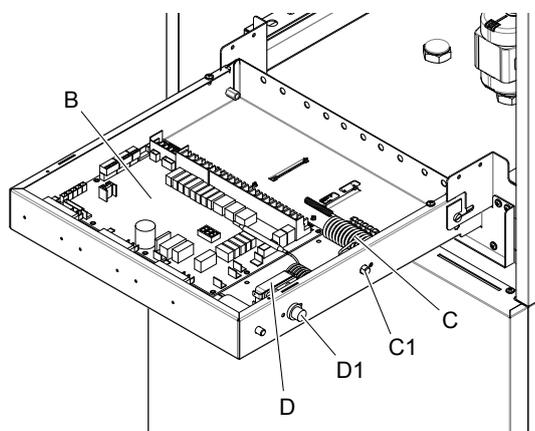

fig. 20 - vista interior del cuadro eléctrico
- B** Tarjeta hidrónica electrónica (fig. 20)
- C** Protección térmica de seguridad para resistencia eléctrica monofásica con botón de rearme manual (det. C1 fig. 20)
- D** Protección térmica de seguridad para resistencia eléctrica trifásica con botón de rearme manual (det. D1 fig. 20)